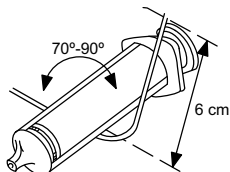

Figure 3. Courber le mandrin
2. Sélectionner le mandrin selon la fonction et la rigidité souhaitées. Si nécessaire, courber délicatement le mandrin à l'aide d'un instrument stérile, à surface lisse (p. ex., le corps d'une seringue de 10 ou 12 ml) (Figure 3 Courber le mandrin en page 17).